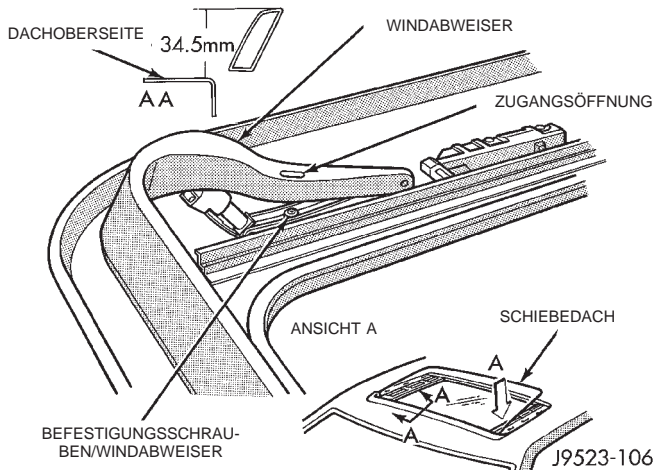

Abb. 4 Windabweisereinheit
- (1) Glasdach öffnen.
- (2) Befestigungsschrauben lösen, mit denen der Windabweiser an der seitlichen Dachleiste der Schiebedacheinheit befestigt ist (Abb. 4).
- (3) Windabweiser aus dem Fahrzeug nehmen.